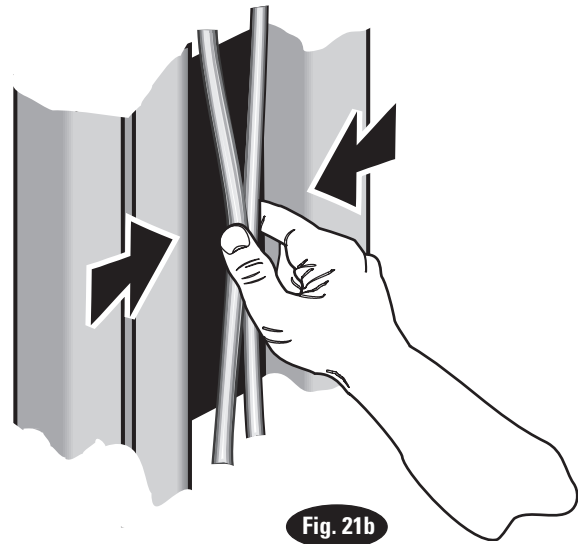

Fig. 21b
**22. Ajustes del Cable del Ecuilizador:** Levante el elevador para revisar la tensión del cable ecuilizador. Debajo del remache, sujete los cables adyacentes entre el pulgar y el índice, con un esfuerzo de alrededor de 15 lb. debe poder tirar de los cables. Ajuste y amarre los cables Fig. 21b.